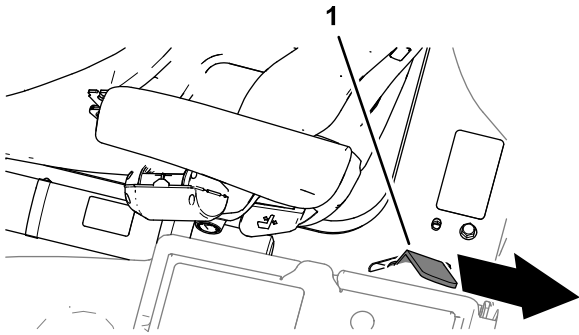

**Bild 45**
2. Wenn die Plattform beinahe in der vollständig abgesenkten Position ist, bewegen Sie den Sperrriegelgriff der Plattform (Bild 45) zur Vorderseite der Maschine.